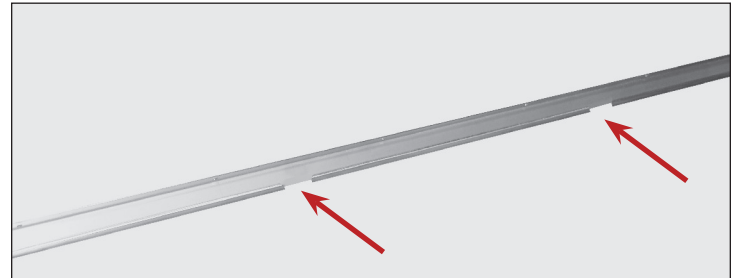

Figure 1. Ouvertures du rail de porte (appareils à deux portes SEULEMENT).
- **Appareil à deux portes.** Glissez la porte avant pour la centrer sur l'appareil. Voir figures 1 et 2.